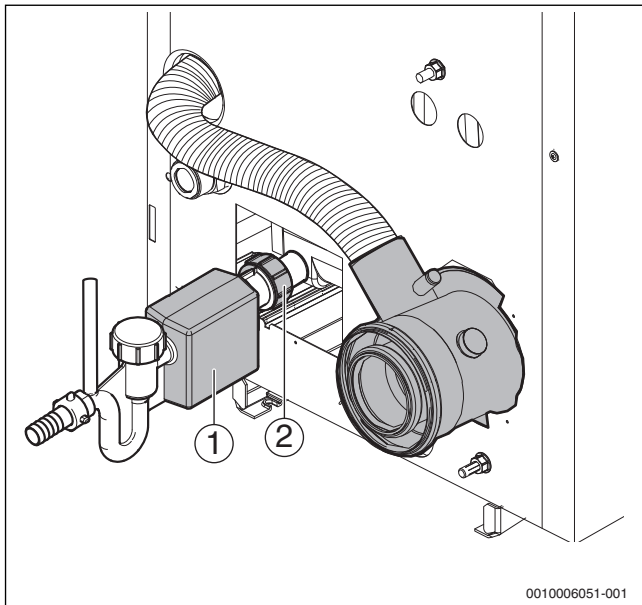

Fig. 76 Limpiar el depósito de condensados
- ▶ Enrosque el sifón (→ fig. 76, [1]) en el racor de conexión del depósito de condensados (→ fig. 76, [2]).